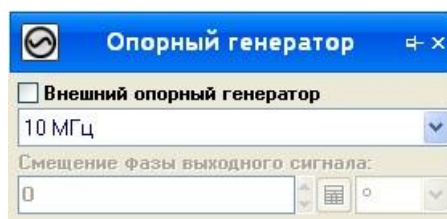

Рисунок 7.6 – Вкладка «Опорный генератор»
7.6.1 Параметры внешнего опорного генератора задаются во вкладке «Опорный генератор» (рисунок 7.6)